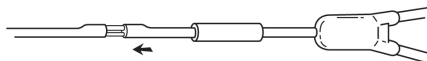

Fig. 4
4. Introduire la ou les petites canules dans la ou les petites lumières du cathéter. (Fig. 4)